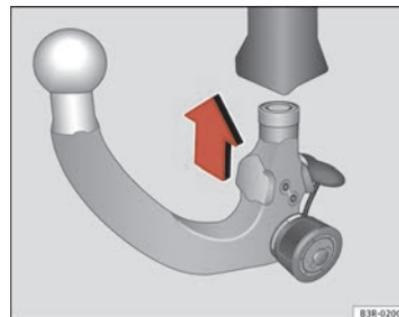

Fig. 156 Dispositivo de reboque desmontável: Colocar a rótula ▶
- Coloque a rótula sob tensão no tubo de encaixe e faça pressão para cima no sentido que indica a seta ⇒ página 209, fig. 156 ⇒ ⚠. O processo de bloqueio é feito automaticamente. Nesse momento deve poder ouvir-se nitidamente um estalido de encaixe.